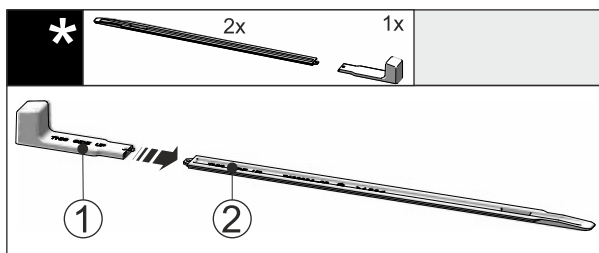

Fig. 43
- Insérer la poignée de montage Fig. 43 (1) dans le rail de nivellement Fig. 43 (2).